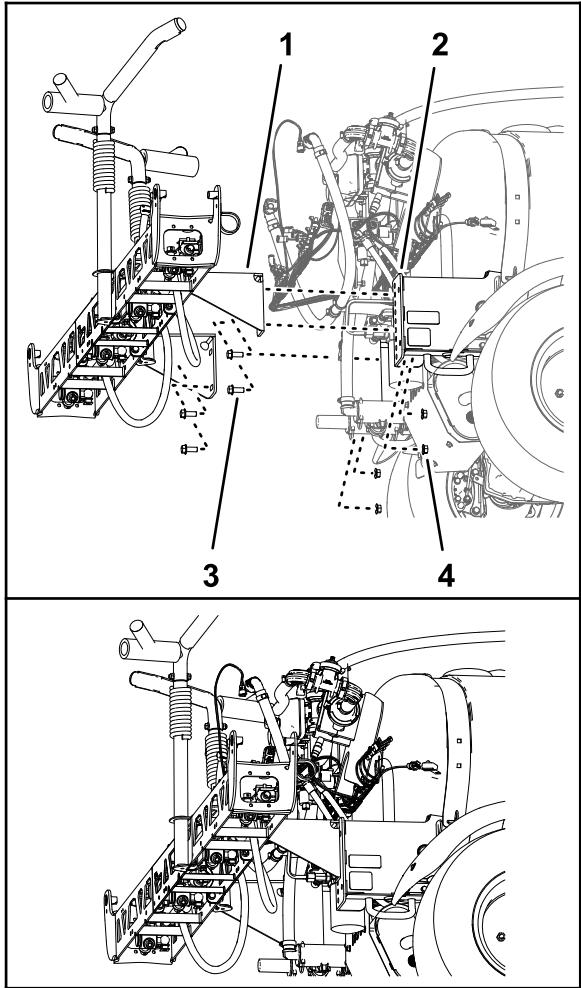

Figura 93
- Utilizando equipamento de elevação com a capacidade de elevação especificada, levante a secção da rampa central e alinhe os orifícios no suporte para a secção do pulverizador (Figura 93) com os furos da placa de montagem da estrutura da máquina que identificou no passo 3 de Remover a secção de pulverização central (pagina 23).
- Monte a secção do pulverizador central nos canais de montagem (Figura 93) com os quatro parafusos de cabeça flangeada (1/2 x 1-1/4 pol.) e as quatro porcas de bloqueio flangeadas (1/2 pol.) que retirou no passo 4 em Remover a secção de pulverização central (pagina 23).